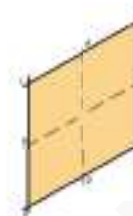

Fig. 4.39
- Trazar los diámetros y localizar los puntos A, B, C y D (Fig. 4.39).